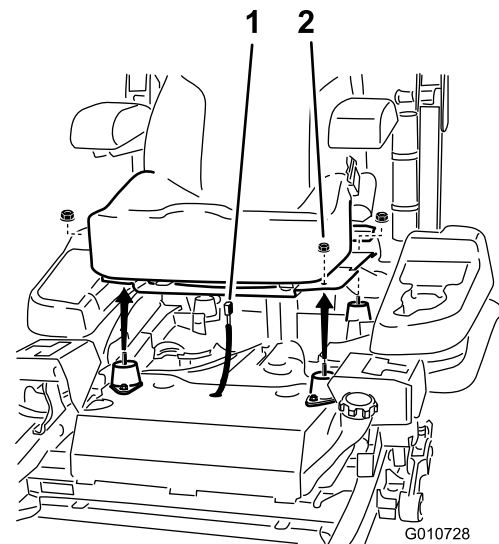

Figure 5
2. Retirez les 4 écrous à embase qui fixent le siège à la machine (Figure 5).
3. Débranchez le connecteur du faisceau du contacteur de siège situé sous le siège, vers l'avant (Figure 5).